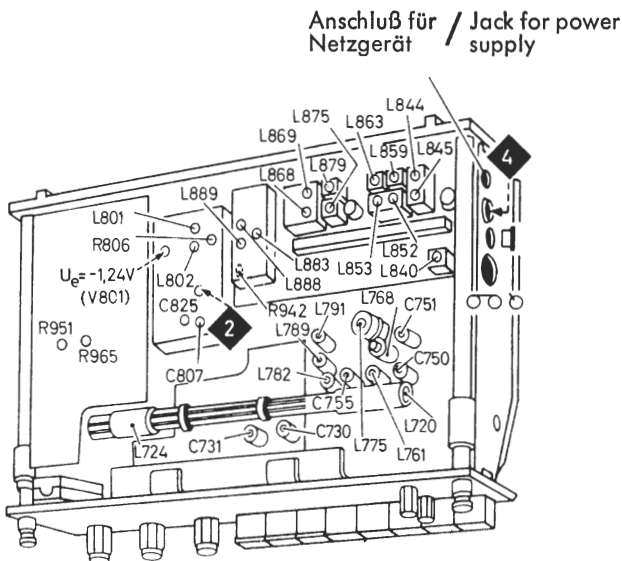

Fig. 10
5. Den Ruhestrom ca. 1 Minute nach dem Einschalten des Gerätes mit dem Einstellregler R 965 auf  $7 \text{ mA} + 1,4 \text{ mA} - 0,7 \text{ mA}$  einstellen, Fig. 10.
2. Der Einstellregler R 806, Fig. 10, soll so eingestellt werden, daß an R 800 ein Spannungsabfall von 220 mV auftritt. Der Kollektorstrom von V 800 beträgt dann 1 mA.
5. Approx. 1 minute after switching on set, set zero signal current via adjuster R 965 to  $7 \text{ mA} + 1,4 \text{ mA} - 0,7 \text{ mA}$ , fig. 10.
2. Set adjuster R 806, fig. 10, so that a voltage drop of 220 mV appears at R 800. The collector current of V 800 amounts to 1 mA.
- 3) Ein AM-Signal, 400 Hz, 30 % moduliert, soll eine Ratiospannung von 1,4 V erzeugen. Dann mit R 942, Fig. 10, ein Spannungsminimum am Outputmeter einstellen.
- 3) An AM signal, 400 cs, 30 % modulated must produce a ratio voltage of 1.4 V. Adjust a voltage minimum at the outputmeter by means of R 942, see fig. 10.
Zur Stromversorgung des Koffergerätes kann anstelle der Batterien ein Netzteil der Firma Buck-Elektronik mit einer stabilisierten Spannung an die dafür vorgesehene Buchse, Fig. 10, angeschlossen werden. Durch den Anschluß wird die Batterieleitung automatisch unterbrochen, so daß bei Betrieb mit dem Netzteil die Batterien nicht angeschlossen sind. Wird das Gerät nur mit Netzteil betrieben, so empfehlen wir, die Batterien aus dem Gerät herauszunehmen.
Instead of the batteries, a mains unit of Messrs. Buck-Elektronik can be used as power supply which is connected to the corresponding jack, see fig. 10, and supplies a stabilised voltage. On connecting this mains unit the batteries are automatically disconnected. If the set is to be used with the mains unit **only**, we recommend to remove the batteries.